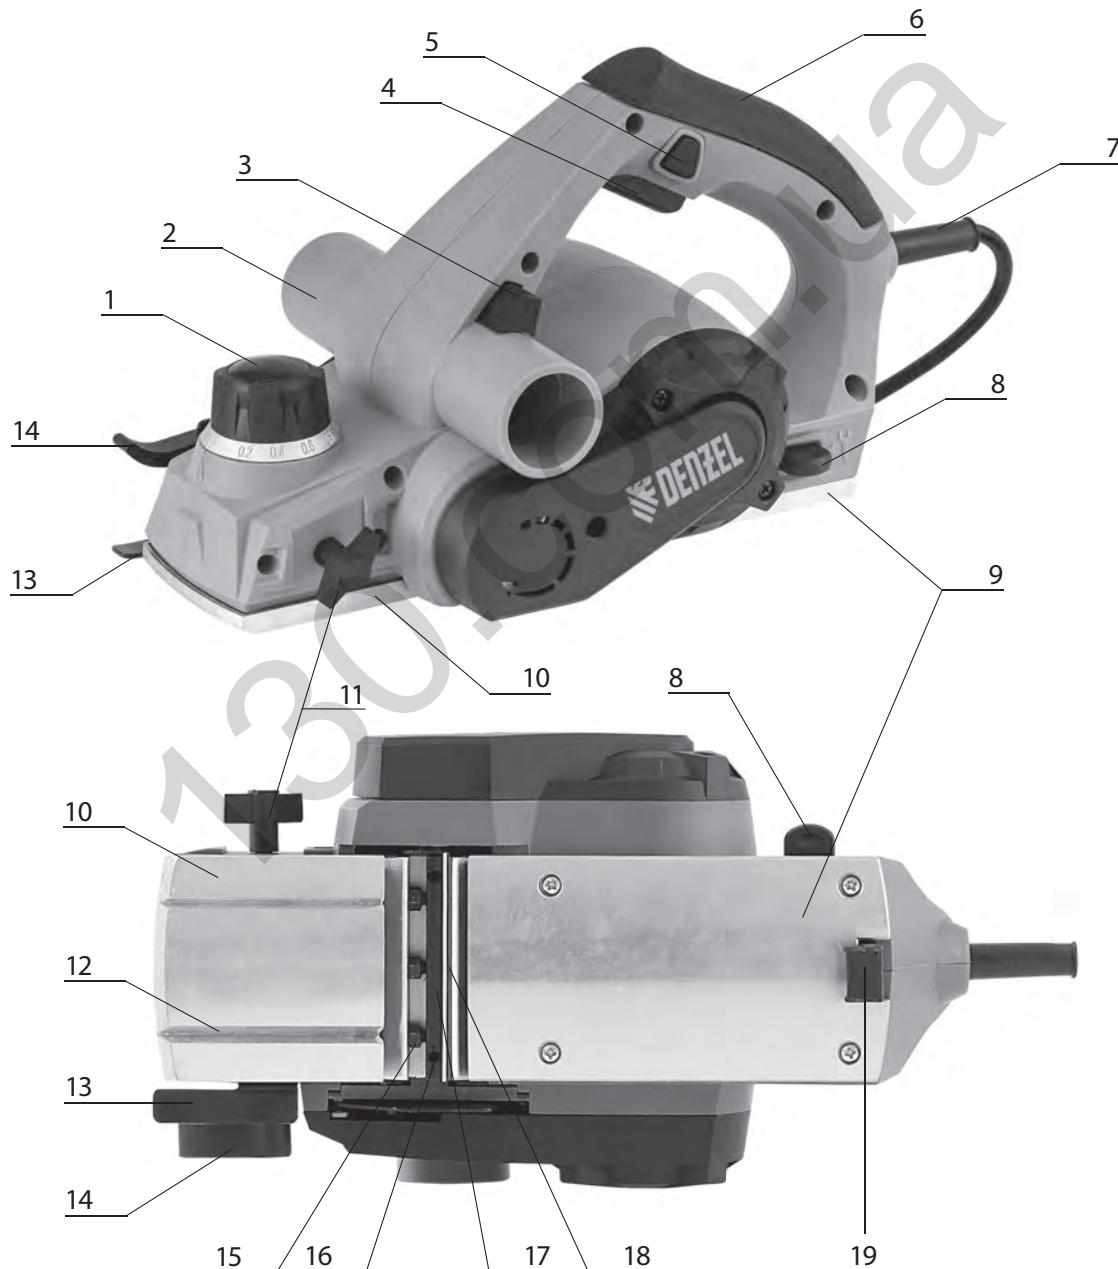

Рис. 1
Рубанок поставляется в собранном виде с установленными и отрегулированными ножами. Без необходимости не следует нарушать выполненную на заводе регулировку положения ножей. Винты настройки положения 16 (рис. 1) зафиксированы на заводе краской.
При необходимости установите на изделие параллельную направляющую. Для этого выкрутите винт крепления направляющей 11 (рис. 1), установите направляющую в паз корпуса и зафиксируйте ее винтом, вкрутив его на прежнее место.
Для поддержания чистоты на рабочем месте рекомендуется использовать пылесборный мешок, поставляемый в комплекте. Патрубок мешка с небольшим натягом соединяется с патрубком выброса стружки с правой или левой стороны. При этом необходимо переключить направление выброса стружки в соответствующую сторону с помощью переключателя 3 (рис. 1).
Для регулировки величины съема за один проход (глубины строгания) поверните переднюю рукоятку рубанка 1 (рис.1) вокруг ее оси. Ориентируйтесь на шкалу, нанесенную на нижнюю часть рукоятки. Для более грубого и быстрого строгания используйте глубину строгания 1...2 мм, для финишной обработки – до 1 мм.
Перед подключением к сети убедитесь в целостности изделия, отсутствии внешних повреждений. Особое внимание обратите на надежность крепления ножей в барабане, затяжку винтов крепления ножей 15 (рис. 1).
Рубанок оборудован системой защиты от случайного пуска. Для включения машины необходимо нажать кнопку блокировки выключателя 5, после чего нажать клавишу выключателя 4 (рис. 1). Для выключения отпустите клавишу 4.
Передняя подошва рубанка имеет направляющие канавки 12 (рис.1) разной глубины, предназначенные для облегчения движения по острой кромке заготовки.
Выберите канавку, соответствующую желаемой ширине фаски, установите глубину строгания с помощью рукоятки 1 (рис.1) на нулевое значение, произведите обработку для получения ровной фаски.
Рубанок имеет конструктивную возможность выполнения операции по выборке четверти (ступеньки на краю заготовки). Для настройки инструмента установите и отрегулируйте параллельную направляющую таким образом, чтобы расстояние от правого (открытого) торца ножевого барабана до упорной поверхности направляющей соответствовало необходимой ширине ступеньки. Глубину ступеньки установите с помощью ограничителя 13 (рис. 1) в диапазоне до 18 мм. Установив рациональную величину съема за один проход с помощью рукоятки 1 (рис. 1), выполните строгание в несколько проходов вдоль края заготовки до момента касания ограничителя 13 поверхности заготовки.
- С помощью ключа 8 (рис.1) ослабить затяжку винтов 15 в пазах ножевого барабана. Винты в пазах ножевого барабана установлены враспор, для их ослабления необходимо ввинтить их в кассету ножа 17 (рис. 1), вращая по часовой стрелке.
- Выравнять нож по торцу барабана, равномерно затянуть фиксирующие винты 15 (рис.1) с помощью ключа 8.
Винты настройки положения ножа 16 (рис. 1) при использовании стандартных сменных ножей регулировать, как правило, нет необходимости. Если режущая кромка установленного лезвия не лежит в плоскости задней подошвы, используйте винты 16 для корректировки положения ножа, предварительно ослабив винты 15.